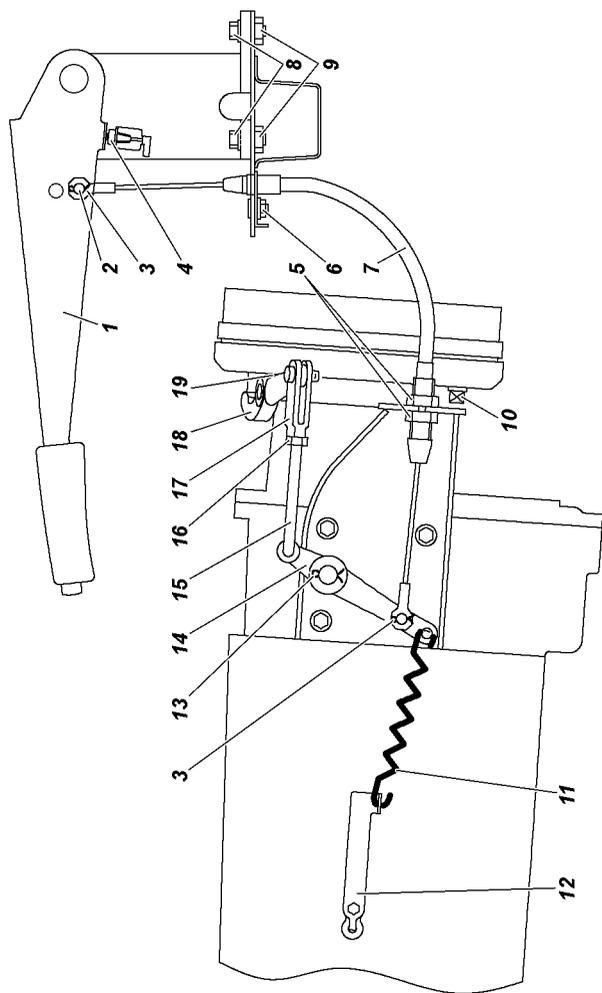

Рис. 9.37. Привод стояночного тормоза трансмиссионный:
**Трансмиссионный стояночный тормоз**, действующий на трансмиссию (рис. 9.37).
2. Переместите рычаг стояночного тормоза 1 (рис. 9.37) в крайнее нижнее положение.